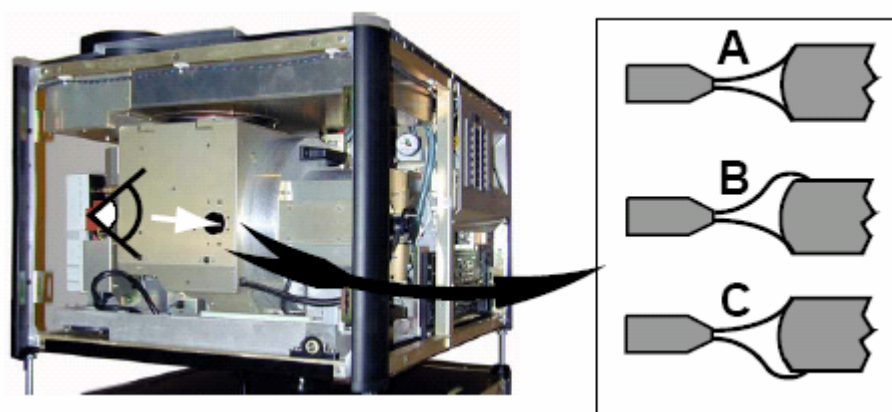

图 9-9 弧光图
2. 通过弧光观察孔观察弧光。(图9-9)
- 图 B 弧光：将一把平口螺丝刀放进两颗螺丝之间，提起磁铁，以使弧光降低至图A的位置。(图9-9)。
- 图 C 弧光：将一把平口螺丝刀放进两颗螺丝之间，降低磁铁，以使弧光升高至图A的位置。(图9-9)。